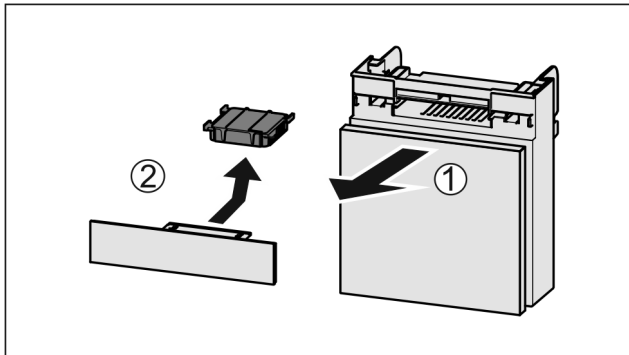

Fig. 50
- ▶ Retire el compartimiento hacia delante Fig. 50 (1).
- ▶ Retire el filtro de carbón activo Fig. 50 (2).